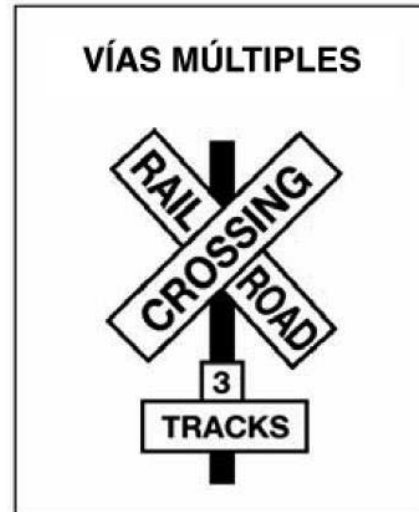

Figura 2.17
**Señales de cruce de ferrocarril.** Esta señal indica que hay un cruce de vías de ferrocarril y exige a los automovilistas dar paso al tren. Si no hay una línea blanca pintada en el pavimento, debe detener el vehículo a no menos de 15 pies o más de 50 pies desde el riel más cercano de la vía más cercana. Cuando la carretera cruce sobre más de una vía, un letrero debajo de la señal en forma de cruz indicará el número de vías. Ver la figura 2.17.